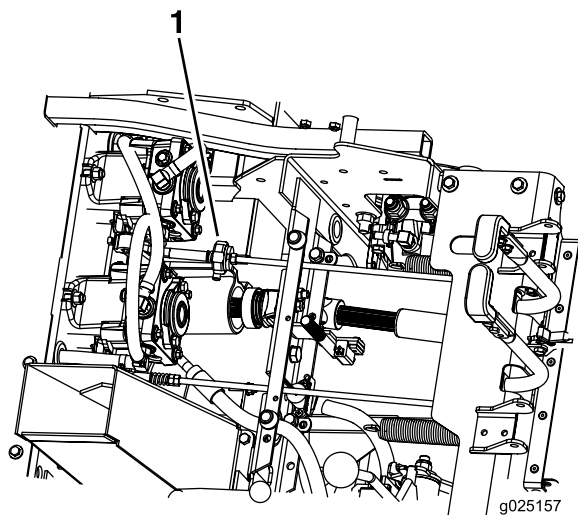

Figura 52
7. Controllate e accertate che la macchina non si sposti in folle con i freni di stazionamenti disinseriti (Figura 52).